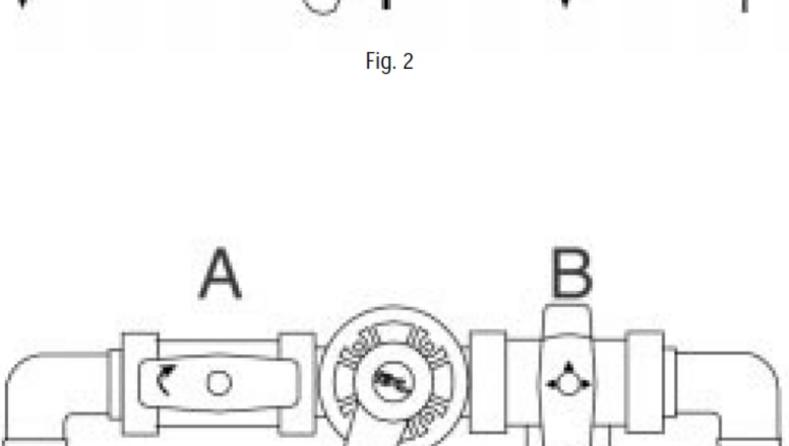

Fig. 4
3. Для очистки оборудования используйте обычный BOILER CLEANER. Дозировать надо в соответствии с емкостью оборудования с 3,5% раствором и заполнить остаток чистой водой. Поставьте клапаны и регулятор потока в позиции, описанные в пункте 2. Поворачивайте рычаг регулятора потока равномерно влево и вправо, чтобы добиться эффективной очистки. (рис. 4).